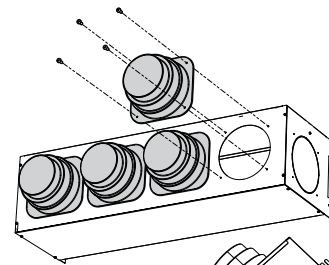

Fig.1
- Fissare le flange sul plenum PM\_V sul plenum con le viti fornite autofilettanti (fig.1)